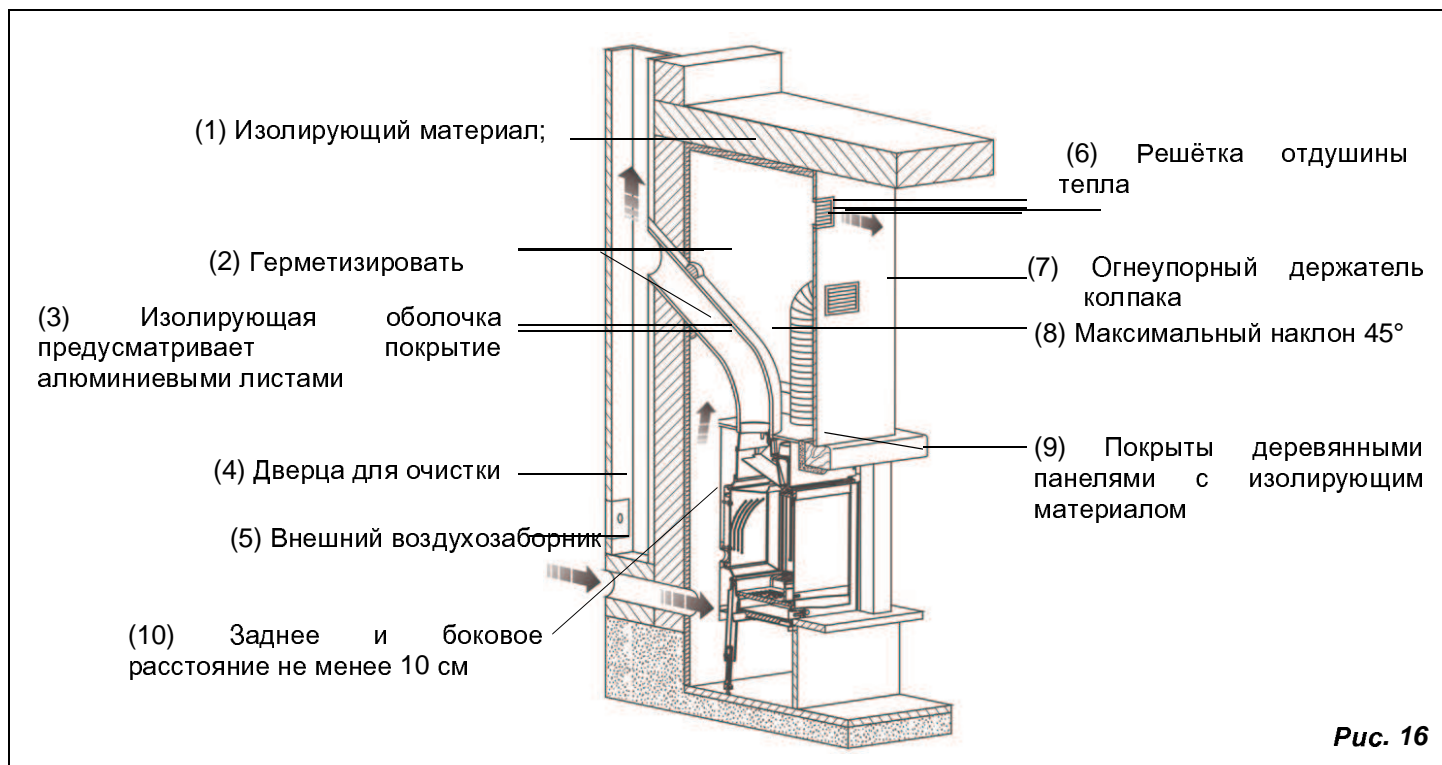

Рис. 16
**Решётка отдушины тепла** (Рис. 16 пол. 6) устанавливается на верхней части вытяжки приблизительно на 20 см от потолка. **Настоящая решетка** обязательно должна быть установлена так как за счёт неё производится вывод тепла, накопленный в колпаке (сверх-давление).